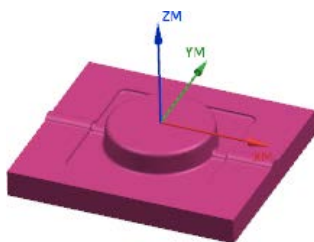

图 8.4 部件几何体
Step3. 在图形区中选择整个零件为部件几何体，如图 8.4 所示。在“部件几何体”对话框中单击 **确定** 按钮，完成部件几何体的创建，同时系统返回到“工件”对话框。